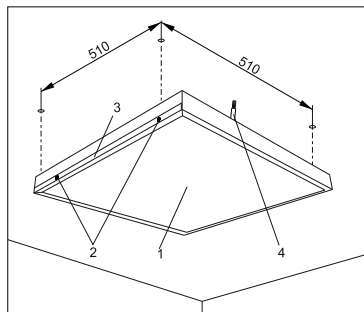

Рисунок 1
5.2 Подключение светодиодной панели производить к концам сетевого кабеля (позиция 4, рисунок 1), выведенного из панели, согласно цветовой маркировке:
5.3.2 Накладной монтаж светодиодной панели производить следующим образом (рисунок 1):